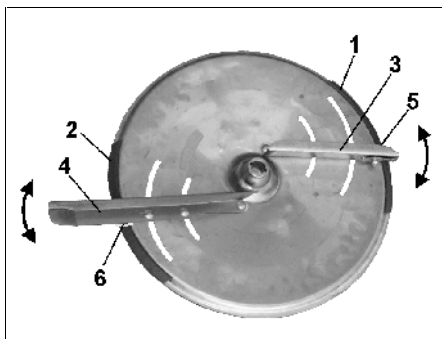

Рис. 38
Для точной настройки положения отдельных распределяющих лопастей без применения инструментов на распределяющих дисках расположены различные неизменные шкалы (Рис. 38/1 и Рис. 38/2).
Более коротким распределяющим лопастям (Рис. 38/3) относится шкала (Рис. 38/1) со значениями от 5 до 28, а более длинным распределяющим лопастям (Рис. 38/4) - шкала (Рис. 38/2) со значениями от 35 до 55.
Перемещение распределяющих лопастей на более высокое значение шкалы (Рис. 38/1 или Рис. 38/2) увеличивает ширину захвата.
- Найдите деление для положения короткой распределяющей лопасти на шкале (Рис. 38/1).
- Грань с делениями для считывания (Рис. 38/5) короткой лопасти (Рис. 38/3) переместите на значение шкалы, и снова затяните барашковую гайку.
- Найдите деление для положения длинной распределяющей лопасти на шкале (Рис. 38/2).
- Грань с делениями для считывания (Рис. 38/6) длинной лопасти (Рис. 38/4) переместите на значение шкалы, и снова затяните барашковую гайку.